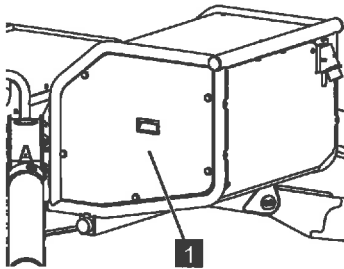

Abb. 192
1. Abdeckhaube (Abb.192/1) abschrauben.